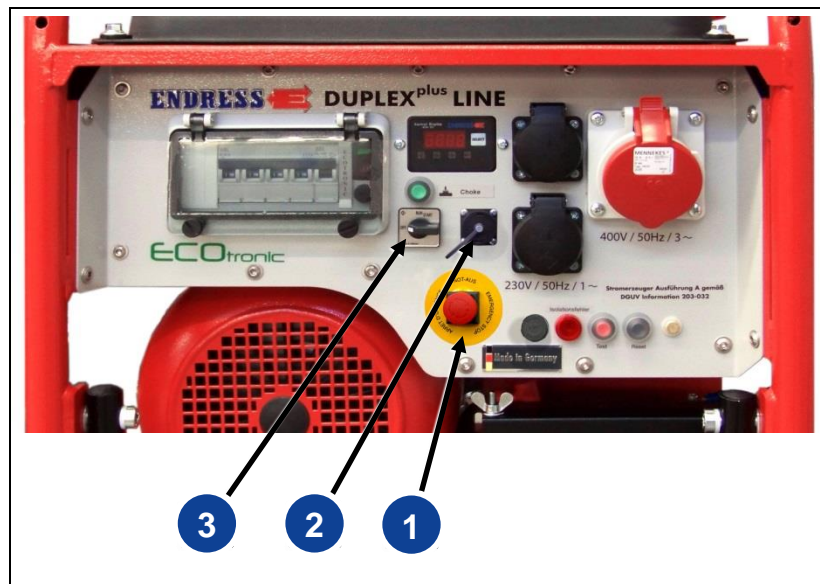

Fig. 5-3: Dispositif de démarrage à distance
1. Tournez le cache de protection de la prise pour dispositif de démarrage à distance CPC (Fig. 5-3-(2)) dans le sens inverse des aiguilles d'une montre.
1. Éteignez le groupe électrogène (Interrupteur de démarrage du moteur (Fig. 5-3-(3)) sur la position "Arrêt" !
- L'interrupteur de démarrage du moteur (Fig. 5-3-(3)) est en position "Arrêt"
INDICATION Assurez-vous que l'interrupteur de démarrage du moteur (*Fig. 5-3-(3)*) du groupe électrogène reste en position "Arrêt". Le circuit électrique du groupe électrogène reste sinon sous tension, ce qui peut décharger la batterie de démarrage.
Sur une version avec dispositif de démarrage à distance le groupe électrogène est équipé d'une fonction Arrêt d'urgence. Elle garantit, en cas de condition dangereuse ou de défaut, que le groupe électrogène puisse toujours être arrêté le plus rapidement possible à l'aide de l'interrupteur d'arrêt d'urgence (*Fig. 5-3-(1)*) clairement identifié sur l'appareil.
1. Actionnez le bouton rouge de l'interrupteur d'arrêt d'urgence (*Fig. 5-3-(1)*) en l'enfonçant ou en le frappant
1. Tournez le bouton de l'interrupteur d'arrêt d'urgence (*Fig. 5-3-(1)*) jusqu'à ce qu'il quitte la position dans laquelle il est verrouillé.